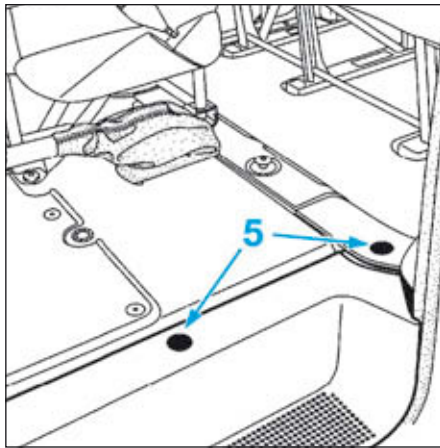

FIG.27
- déposer les entretoises (5) de fixation de siège (Fig.27),